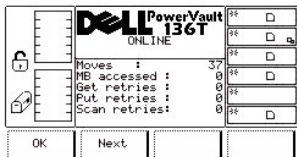

图 11. 状态 > 磁带库 > 系统 > 统计数据对话框
- 1 如果按下**下一步**软键下方的按钮，则显示下一个对话框。请参见图 11